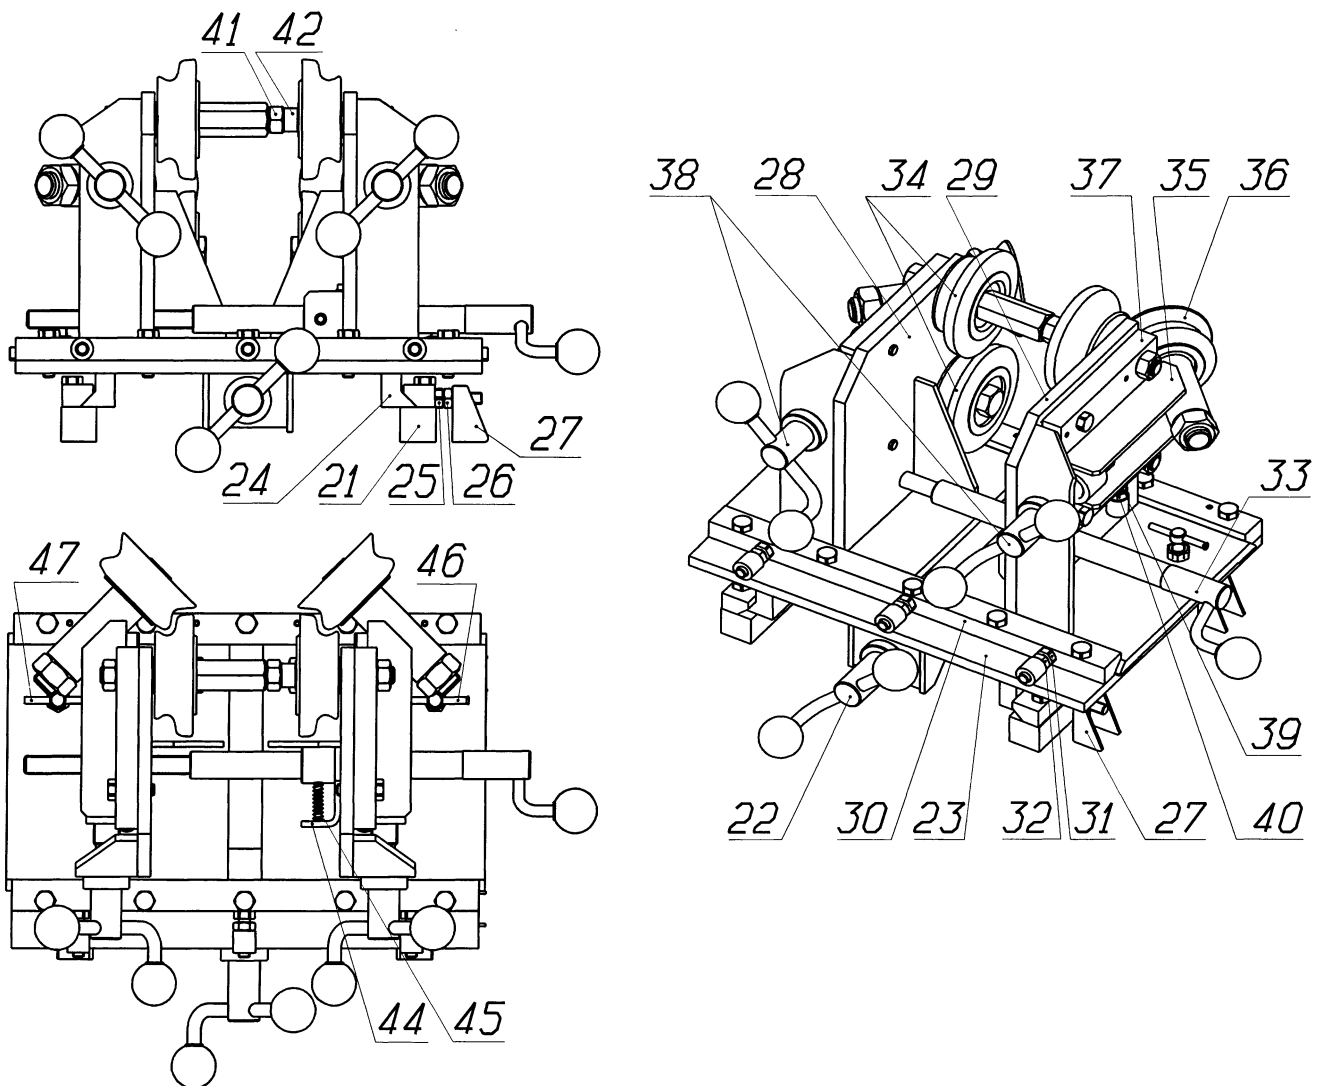

Рисунок 3 - Устройство дископравное
- 6.2.1. Подвести большие правильные Ролики 34 (рис.3) к полкам обода колеса. Должно производиться одновременное касание обода к четырем роликам 34. Допуск не параллельности оси колеса и оси роликов по горизонтали и вертикали должен составлять не более $\pm 0,5$ мм. Болты 16 (Рис.2) затянуть до отказа, соблюдая равномерность затяжки.